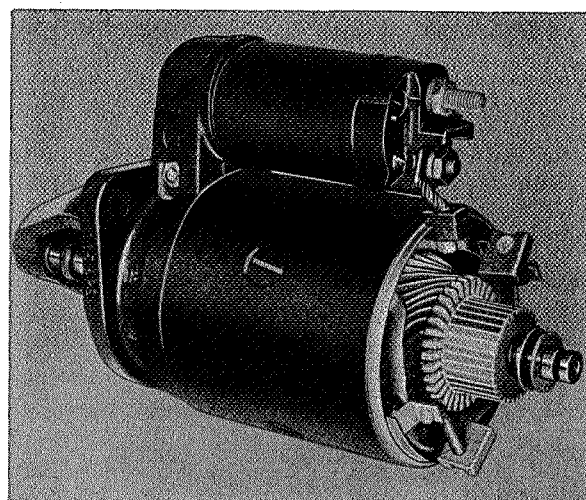

Fig. 3-37. Startmotor met gedemonteerde borstelbrug
6. Haal de borstelhouderplaat van de ankeras af. Let op de ringen, zie Fig. 3-37.